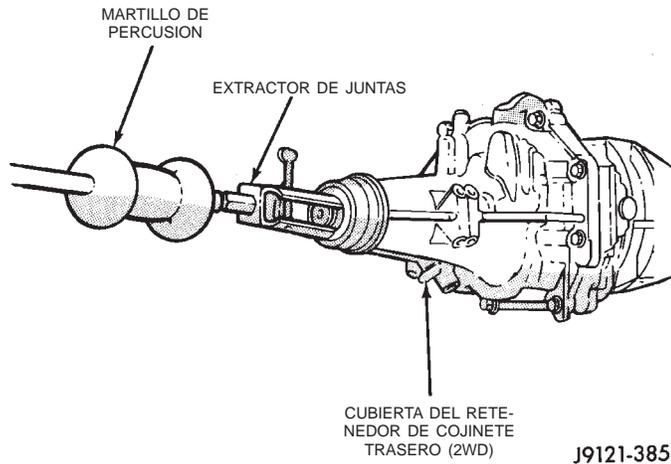

Fig. 12 Desmontaje de la junta de la cubierta del retenedor de cojinete trasero
(1) Eleve y apoye el vehículo.
(2) Retire el eje propulsor. Para informarse de los procedimientos apropiados, consulte el grupo 3, Diferencial y sistema de transmisión.
(3) Utilice un extractor de juntas adecuado o un tornillo montado en un martillo de percusión para retirar la junta de la cubierta del retenedor de cojinete trasero (Fig. 12).